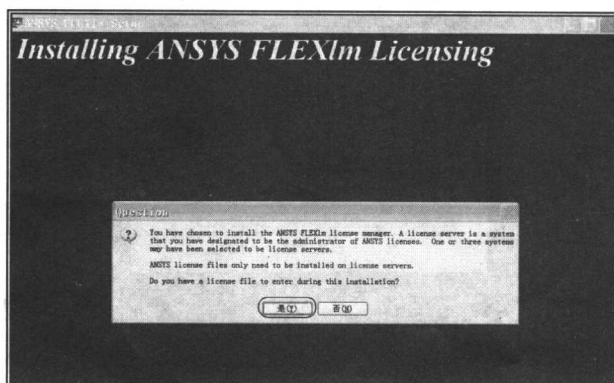

图 1-11 ANSYS 许可文件设置
⑪ 出现确定 ANSYS 许可文件设置界面如图 1-11 所示, 单击 Next 按钮进行下一步安装。